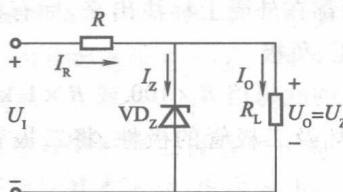

图 1.10 稳压管测试电路
(1) 按图 1.10 所示电路连接线路, 图中的 U_1 由直流稳压电源(0~30 V)提供, 稳压管 VD_z 的型号为 1N47, 电阻 R 为 $470 \Omega/1 W$ 。测量当输入电压 U_1 分别为 20 V、25 V, 负载电阻 $R_L = 10 k\Omega$ 不变时的输出电压 U_o 的值; 测量当输入电压 $U_1 = 20 V$ 不变, 负载电阻 R_L 分别为 $10 k\Omega$ 、 $5 k\Omega$ 时的输出电压 U_o 的值。根据测量的结果, 总结输出电压变化的情况。